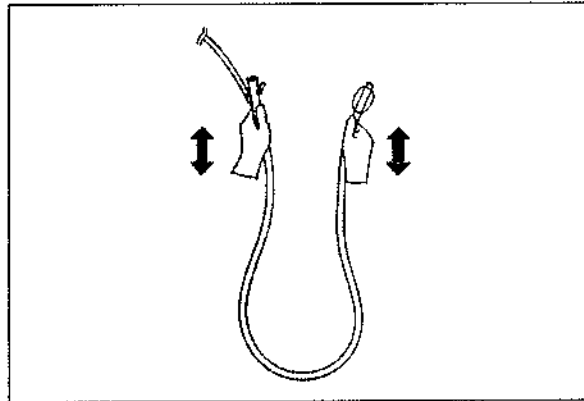

Figura 3.17
5. Con las dos manos, sujete el mango y el extremo distal del tubo de protección de un solo uso. Para lubricar el interior del tubo de protección, mueva las manos hacia arriba y hacia abajo alternadamente (véase la figura 3.17). Repita esta operación varias veces y a continuación saque el exceso de agua estéril.